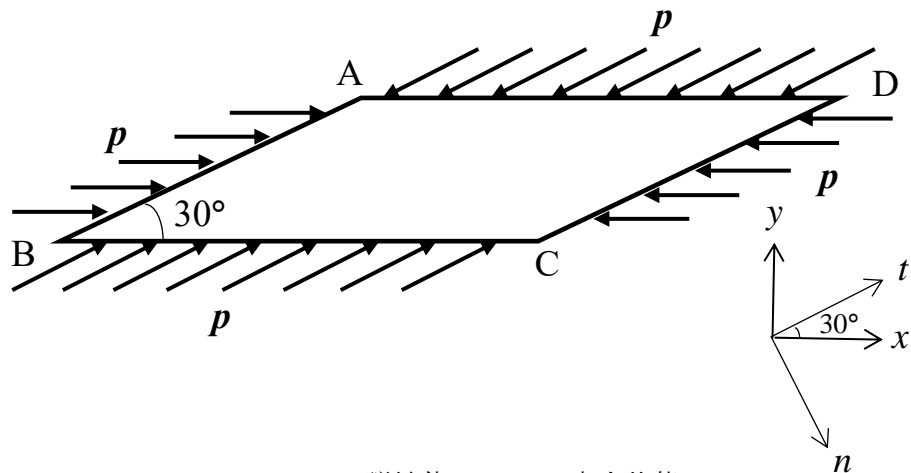

Fig. 1 弾性体 ABCD の応力状態.
- [1] 図 1 に示すような平行四辺形の弾性体 ABCD に $p = 10\sqrt{3}$ [MPa] の圧縮応力が図のように作用している. ただし, 弾性体の板厚は十分薄いものとする. 解答にあたって単位をつけよ.